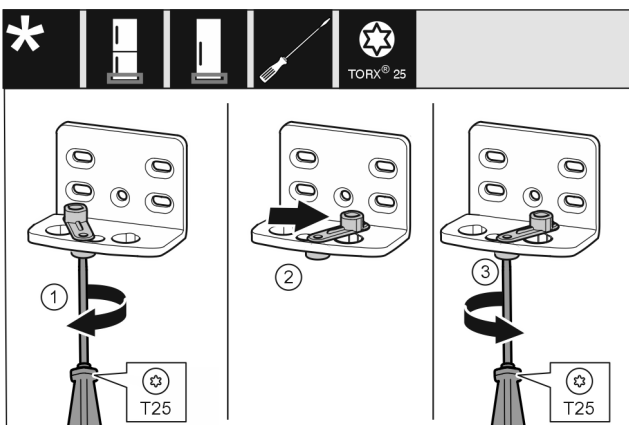

Fig. 12
- Schroef Fig. 12 (1) met een schroevendraaier losdraaien.
- Deurslithulp Fig. 12 (2) optillen en 90° naar rechts in de boring draaien.
- Schroef Fig. 12 (3) met een schroevendraaier vastschroeven.